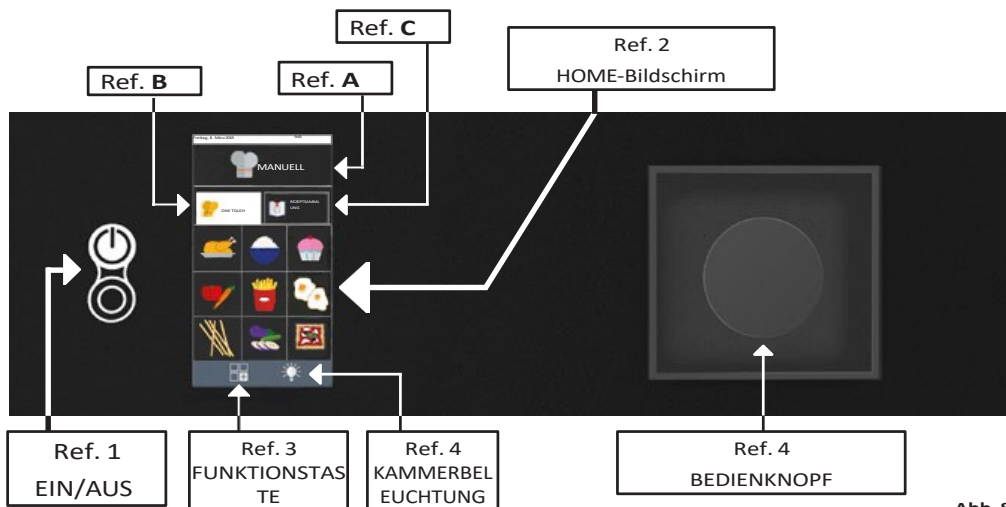

Abb. 8
Schalten Sie den Konvektom mit der Taste „**ON/OFF**“ (**Ref. 1, Abb. 8**) ein.
- Die Beleuchtung im Garraum wird durch Drücken der entsprechenden Taste (**Abb. 8 – Ref. 4**) eingeschaltet und erlischt nach 45 Sekunden automatisch, sofern sie nicht zuvor durch erneutes Drücken der Taste ausgeschaltet wurde.